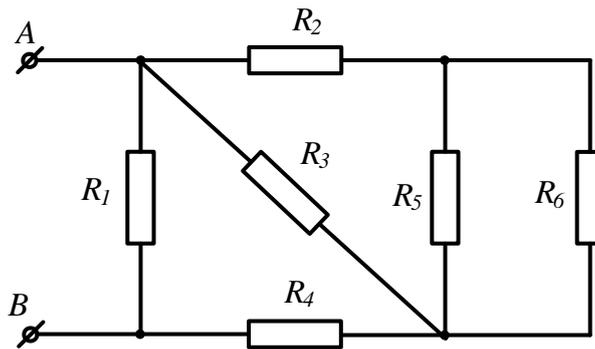

Рисунок 7
**Задача 4.** Определить эквивалентное сопротивление цепи (рис.7) между зажимами АВ, если  $R_1=R_5=30\text{Ом}$ ,  $R_2=2,8\text{Ом}$ ,  $R_3=1\text{Ом}$ ,  $R_4=6,2\text{Ом}$ ,  $R_6=2\text{Ом}$ .